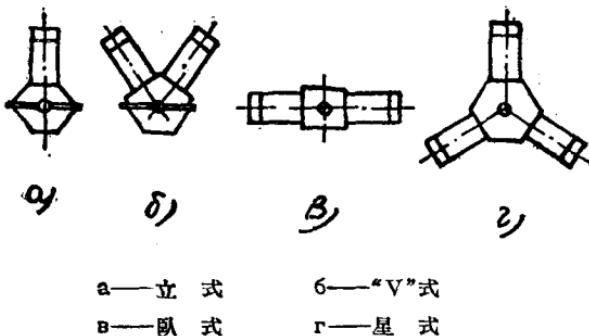

图3 气缸排列各种型式
由于发动机气缸数量多少的不同，气缸排列的方式也不一样。普通常見的有如图 3 所示的几种：
1. 立式——象我們在日常所看到的汽車发动机和摩托车发动机，它們的气缸排列大多是立式的。也就是把气缸排列成直立直线式进行运动（图 3 a）。这样排列的优点是：构造比較簡單、制造也較容易。但八个气缸以上的多缸发动机如果也采用这种一列直立式排列，那么占据的地位就要太长，所以多缸直立式发动机多排成两行。
2. “V”式——把发动机的气缸分成两排排列成相交 45° ， 60° ， 90° 等的“V”字形（图 3 b）。这种排列的型式就叫做“V”式
3.卧式——这种型式的发动机除有单缸发动机之外，能够組成卧式排列的发动机气缸数是双数的。象四个气缸、六个气缸、八个气缸等，把它們分成左右两排平臥(图3 b)，两排气缸本身所交的角度为 180° 成平行运动。
4.星式——也有称做辐射式或放射式。这种排列方式多用在航空发动机上，气缸数多为七个气缸，九个气缸，十一个气缸，十三个气缸等单缸数气缸。把它們均匀地等分排列成星形(图3 d)。这种排列的优点是发动机工作时很稳定和均匀，也极少有振动。但是它的缺点是构造非常复杂，除航空上应用以外，很少被采用。